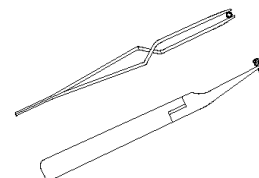

図2
- 2) スクリュー把持器を用いることで、選択したスクリューを把持することができます (図2)。